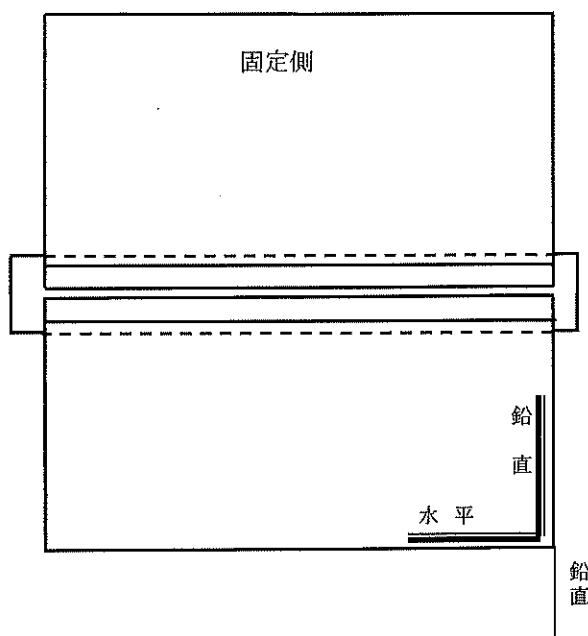

図8 中板競技用材料の溶接姿勢（横向き溶接）
- ① 左右方向の水平状態は板の端面を基準にして角度ゲージで確認する。(図8)
- ② 前後方向の鉛直状態は板の前面を基準にして角度ゲージで確認する。(図H)